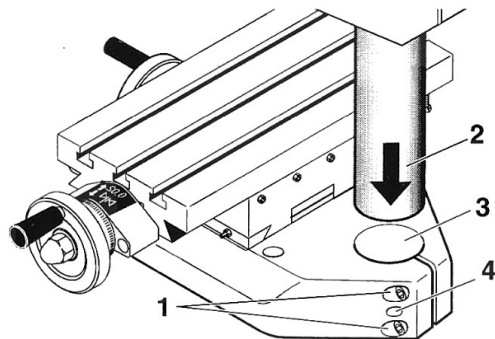

Fig. 5
1. Klemmschrauben 1 (Fig. 5) lösen, Spreizschraube (4) einschrauben und Säule (2) in die Aufnahme (3) bis zum Anschlag einstecken.
1. Loosen the clamping screws 1 (Fig. 5), screw the spreading screw (4) in and insert the column (2) into the bore until it bottoms.
1. Desserrer les vis de blocage 1 (fig. 5), visser la vis d'écartement (4) et introduire la colonne à fond dans le socle (3).
1. Allentare le viti di arresto 1 (fig. 5), avvitare la vite ad espansione (4) e inserire la colonna (2) nel supporto (3) finché si blocca.